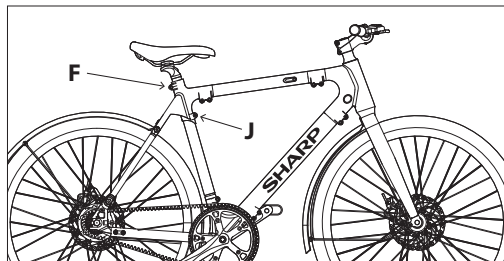

Figura 3-1
- Allentare i bulloni **F** e **J** in senso antiorario con una chiave a brugola da 5 mm, inserire il reggisella nel telaio, come mostrato nella **Figura 3-1**.